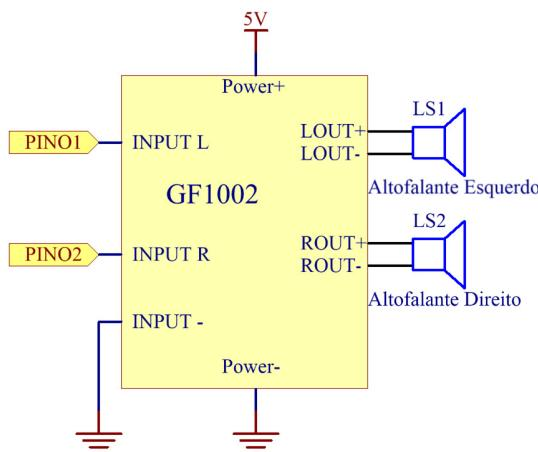

Figura 7.60. Sugestão para conexão do amplificador GF1002 ao MSP. O leitor pode usar apenas um dos canais (esquerdo ou direito).
**EP 7.8.** Neste exercício vamos fazer o uso de um *buzzer* passivo (sem o oscilador interno) ou de um amplificador com alto-falante (vide Figura 7.60), conectado em P3.5 (TB0.5) para gerar tons em diversas frequências, controlados pelas chaves S1 e S2 e usando os *leds* para auxiliar na sinalização da faixa de frequência. O programa parte gerando tom em 0 Hz. De acordo com o indicado na tabela, o limite deste exercício é de 7 kHz. O leitor pode estender este limite. Entretanto, é provável que o transdutor já não apresente bom desempenho.
**EP 7.11.** Agora sim, este é só para os entendidos em música. Com o amplificador de dois canais, sugerido na Figura 7.60, podemos gerar acordes com duas notas diferentes. Fica a ideia para o leitor que estiver disposto a codificar de forma um pouco mais rica algum trecho de música.